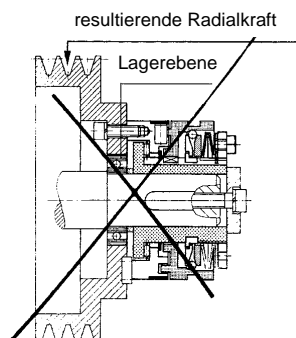

Bild 5
- ❑ Die resultierende Radialkraft am Antriebselement soll in der Lagerebene liegen, um ein Verkanten des Antriebselementes und damit des Druckflansches (2) zu vermeiden. Bild 5 zeigt eine unzulässige Ausführung.